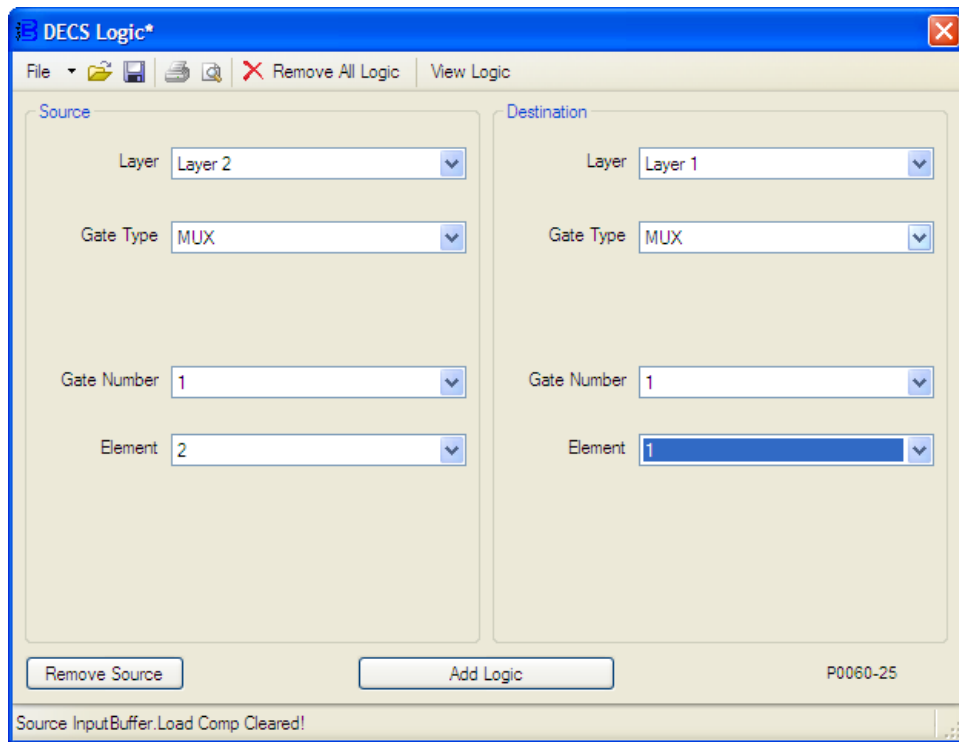

Figura 9-28. Layer2.Mux1.Output2 ----> Layer1.Mux1.Input
5. La Figura 9-28 muestra los ajustes de la ventana DECS Logic (Lógica de DECS) asociados a este paso.